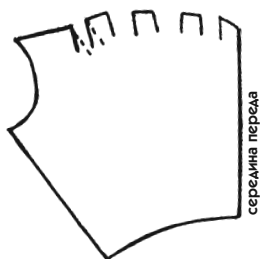

Рис. 550
- Разложив лекало на плоской поверхности, исправьте его, сохраняя складки закрытыми. На рис. 550 показан окончательный вид лекала.